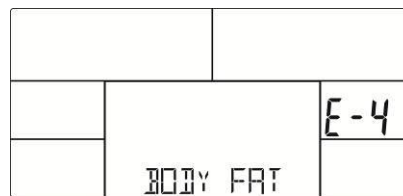

Fig.26
*E-4–Inntreffer når fettprosenten eller BMI-resultatet er under 5 eller over 50 (Fig.26).